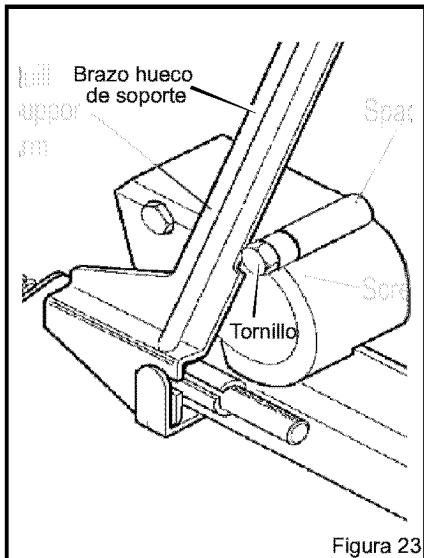

Figura 23
4. Cuando la palanca del embrague esté en la posición NEUTRO, el **brazo hueco de soporte** debe quedar junto al **tornillo** como se muestra en la Figura 23.